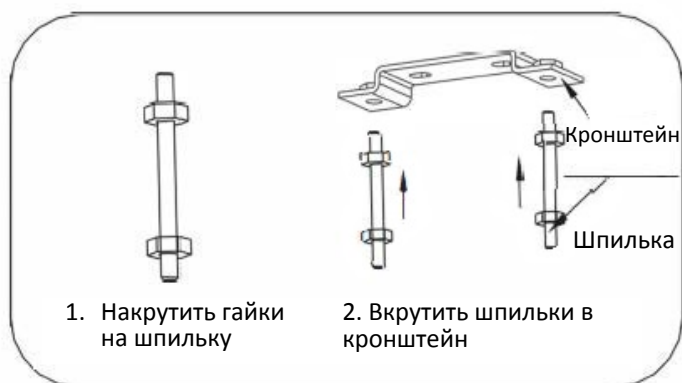
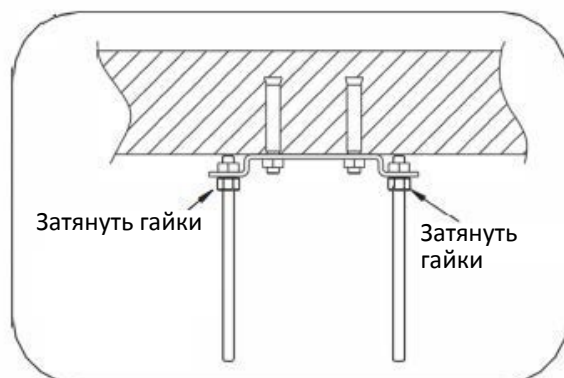

Рис. 6
Рис. 7
- Навинтите по гайке с каждой стороны шпилек (примерно на расстоянии 3-5 мм от конца шпильки). Затем вставьте шпильки в подвесной кронштейн и затяните гайки вплотную для фиксации. (Рис. 6 ~ Рис. 7).